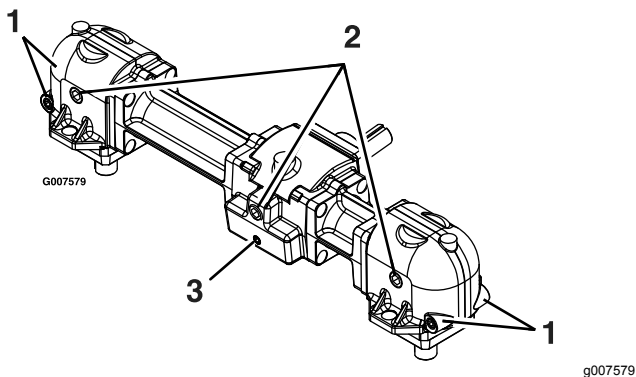

Figura 32
5. Retire el tapón grande de vaciado de aceite de la parte delantera de cada una de las tres secciones de la caja de engranajes, y drene el aceite (Figura 32).